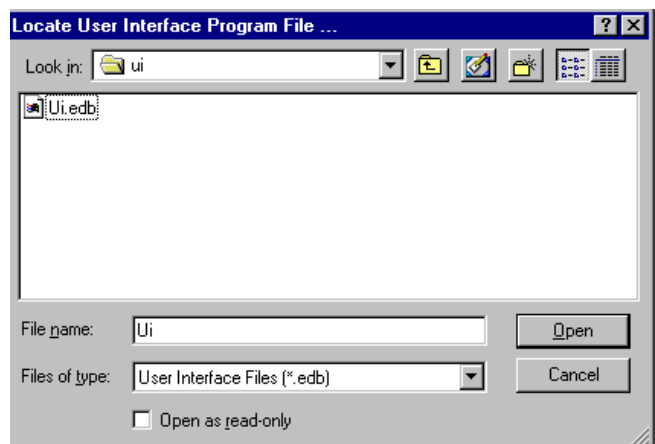

Fig. 13.40
5. Tras pulsar el botón de descarga, aparecerá la casilla de diálogo localizar archivos de programas, en la que se muestra el directorio predefinido. Vea la Fig. 13.40. Busque el archivo programa en este directorio, o en el disco donde se haya guardado el archivo. Haga doble clic sobre el nombre del archivo o selecciónelo y pulse el botón abrir para comenzar el proceso de descarga.